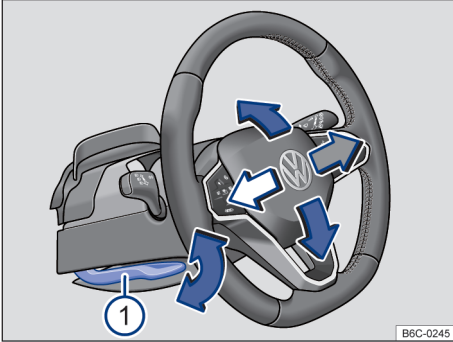

Fig. 63 Debajo y a la izquierda del volante junto con el revestimiento de la columna de dirección: palanca de ajuste de la posición del volante.
- Empujar la palanca hacia abajo sosteniéndola por su empuñadura → fig. 63 ①.